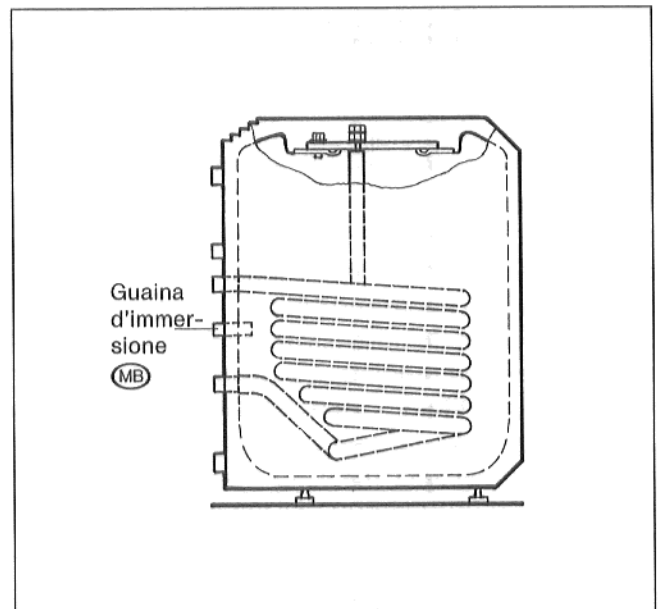

Fig. 9
- Montare la sonda nella guaina d'immersione (MB) nella parte posteriore dell'accumulatore (Fig. 9).